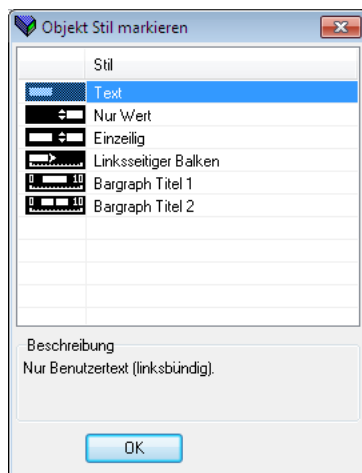

Abbildung 7.8.1a Stil Auswahl Fenster
2. Doppelklicken Sie auf eine der Zellen im „Promote Parametermenü“, um das Fenster „Objektstil markieren“ zu öffnen (Abbildung 7.8.1a).